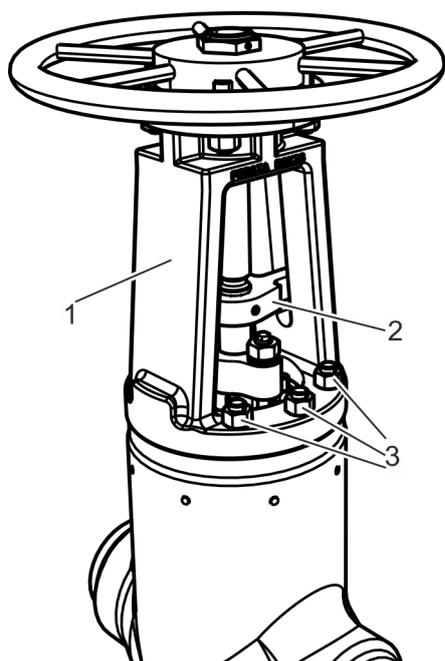

Fig. 23: Chapeau en étrier et dispositif anti-rotation
- 16.** ▶ Monter le chapeau en étrier (Fig. 23/1) et le dispositif anti-rotation (Fig. 23/2).
- 17.** ▶ Mettre en place les vis de fixation (Fig. 23/3) du chapeau en étrier et les visser en croix selon les indications du fabricant.